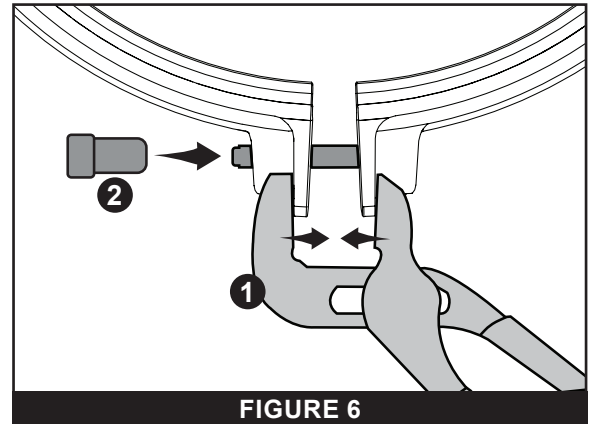

FIGURE 6
5. Tout en comprimant le collier avec une *pince multiprise* (1), commencez à visser l'*écrou de serrage* (2) manuellement. Veuillez vous référer à la **FIGURE 6**.